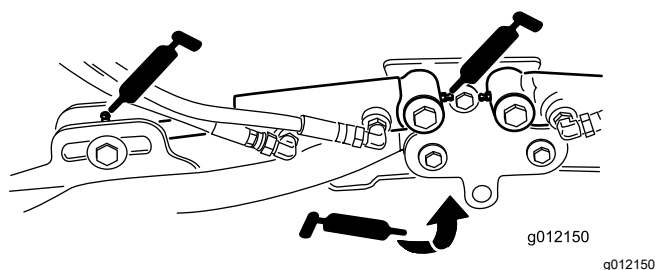

Figura 74
- Cilindros del brazo de elevación de la unidad de corte (2 en cada) (Figura 74)
- Pivotes del brazo de elevación (1 en cada) (Figura 74)